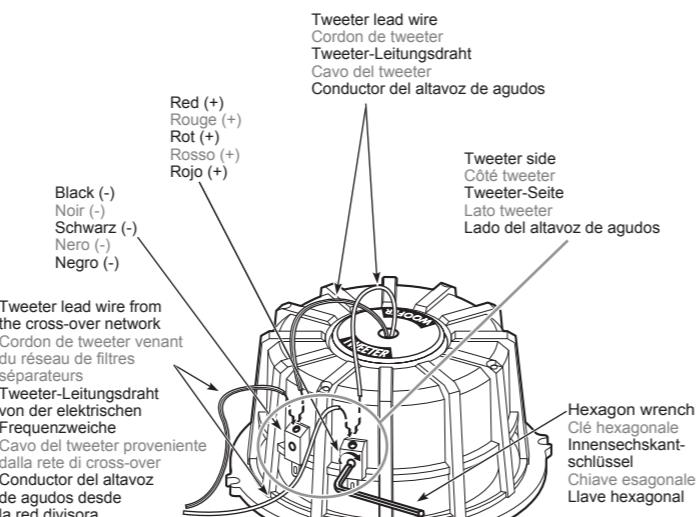

Figure 7 / Figure 7 / Abbildung 7 / figura 7 / Figura 7
4. Connect the tweeter lead wire and the tweeter lead wire coming from the cross-over network to the terminal on the tweeter side. (Figure 7)
4. Raccordez le cordon du tweeter et le cordon de tweeter venant du réseau de filtres séparateurs aux bornes du côté tweeter. (Figure 7)
4. Schließen Sie den Tweeter-Leitungsdräht und den Tweeter-Leitungsdräht von der elektrischen Frequenzweiche an der Klemme auf der Tweeter-Seite an. (Abbildung 7)